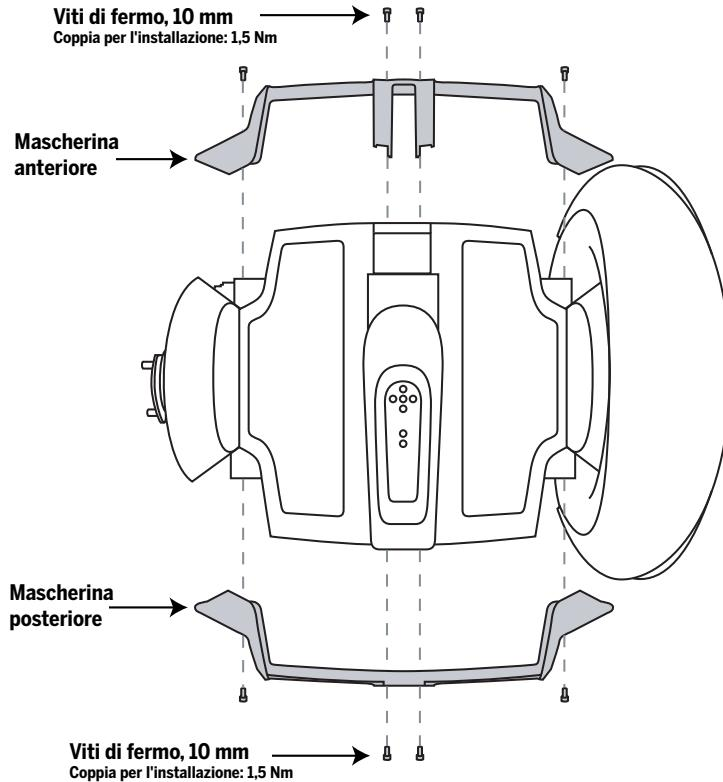

Figura 3. Rimozione o installazione della mascherina
- Una volta tolto il parafango e la ruota, estrarre le (4) viti di fermo dalla mascherina, servendosi di una chiave a brugola esagonale da 4 mm. Vedere la Figura 3.
- Per reinstallare la mascherina, chiudere a mano le (4) viti di fermo da 10 mm (incluse a questo kit) nella mascherina. Utilizzare una chiave a brugola esagonale da 4 mm ad una coppia di 1,5 Nm. Vedere la Figura 3.